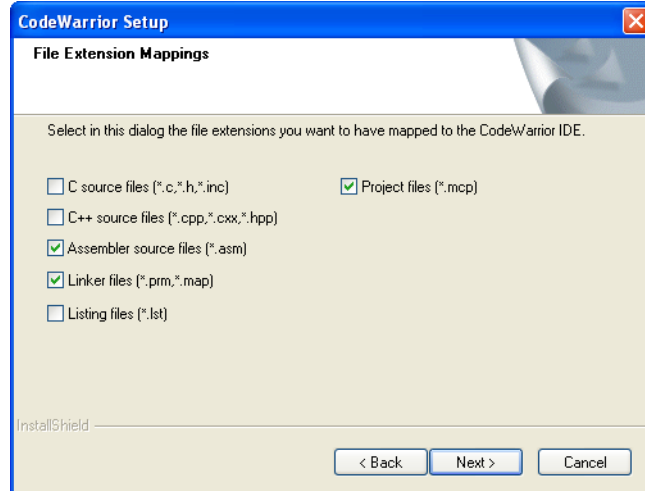

Figure A-1 :Stellung des File Extension Mappings
5. Stellen Sie das File Extension Mapping wie in Abb. A-1 ein.